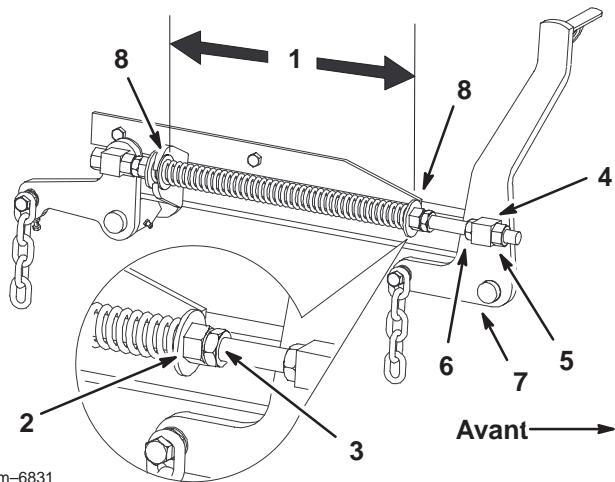

Figure 71
7. Desserrez d'environ 13 mm (1/2 pouce) les écrous de blocage à l'avant des pivots avant gauche et droit (Fig. 71).
8. Réglez les écrous de relevage sur les côtés gauche et droit de la machine de manière à abaisser l'avant de 6 à 10 mm (1/4 à 3/8 pouce) au point A par rapport au point B à l'arrière (Fig. 71).
2. Vérifiez que les deux grandes rondelles sont espacées de 29,2 cm (11 1/2 pouces) (Fig. 71).
3. Réglez cette distance en desserrant l'écrou de blocage du ressort et en tournant l'écrou devant chaque ressort (Fig. 71). Tournez l'écrou dans le sens horaire pour raccourcir le ressort, et dans le sens inverse pour l'allonger.
4. Bloquez l'écrou en position en serrant l'écrou de blocage du ressort (Fig. 71).